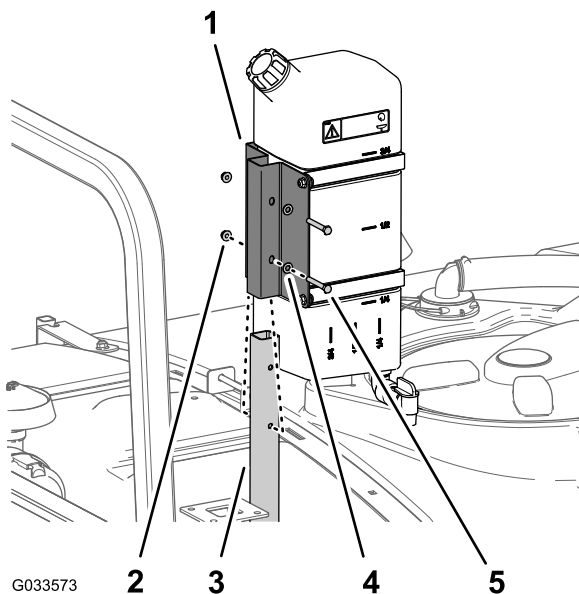

Figura 47
- Monte o depósito de água limpa e instale no tubo de suporte com os dois parafusos (5/16 pol. x 2 1/4 pol.) e duas porcas de bloqueio flangeadas (5/16 pol.) como se mostra na Figura 47.